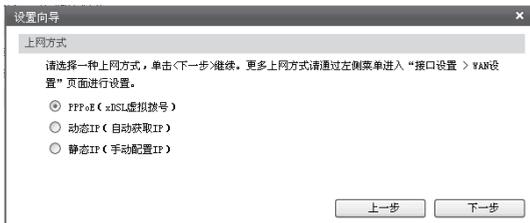

图4-6 上网方式
6. 图4-6显示了最常用的三种上网方式，可以根据自身情况进行选择，然后单击“下一步”继续。